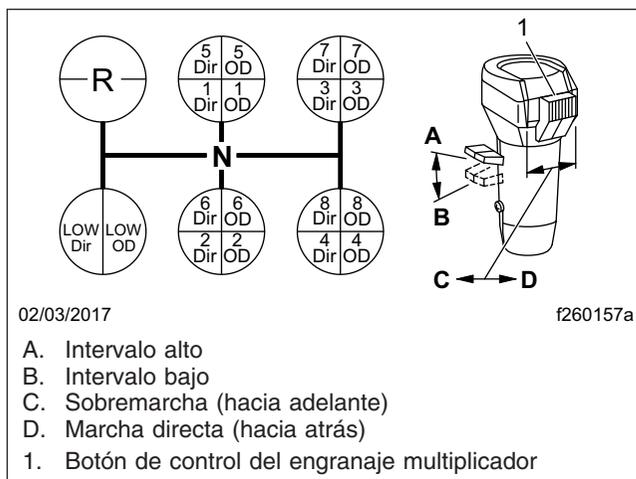

Figura 13.2, Patrón de cambios de las transmisiones Eaton Fuller de 18 marchas
2. Mueva la palanca de intervalo hacia abajo, al intervalo bajo. Vea la **Figura 13.2**.
3. Asegúrese que el botón de control del engranaje multiplicador esté en la posición baja (hacia atrás). Vea la **Figura 13.2**.
Cambie de marcha de baja de sobremarcha a la 1ª directa moviendo primero el botón de control del engranaje multiplicador a la posición directa (hacia atrás) (**Figura 13.2**). Haga doble embrague y mueva la palanca de cambios por neutro a la posición de 1ª marcha.